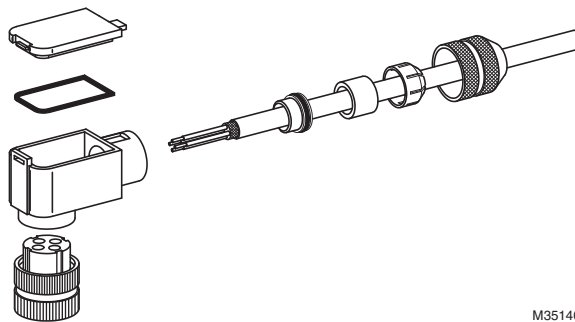

Fig. 7. Montagem do Conector de Sensor de Chama ASY786 com o C330S.
A conexão do cabo Honeywell C330S ao conector do sensor de chama é mostrado na Fig. 7. A preparação do cabo deve ser feita da seguinte forma:
2. Monte o conector montável, como mostrado na Fig. 7. Certifique-se de que: